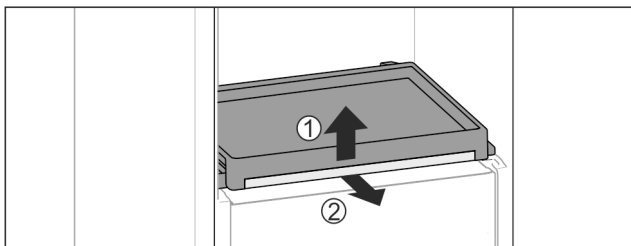

Fig. 111
- ▶ Tag udtrækshylden og glaspladen ud: Løft glaspladen lidt foran Fig. 111 (1) og træk den ud fremad Fig. 111 (2).